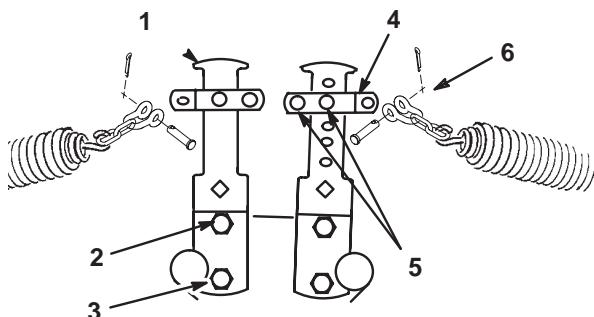
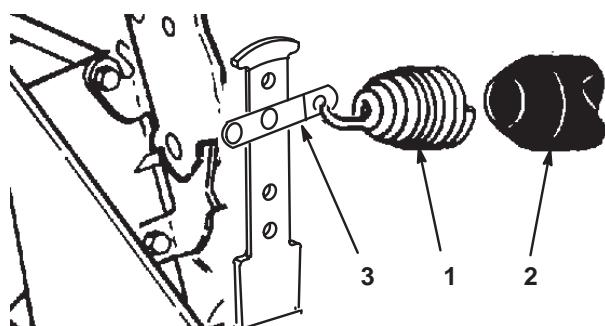

図 16
図 17
4. スプリングの反対側の端部を前後のカウンターバランスマ・アーム(図16、図17)の適切な穴(選択方法は以下を参照)に引っ掛ける(スプリング・シャックル、クレビスピンドル、コッターピンを使用)。
5. 前カッティングユニット：スプリングの反対側の端部を前カウンターバランスマ・アーム(図16)の上から2番目の穴(選択方法は手順4参照)に引っ掛け(チェーン、スプリング・シャックル、クレビスピンドル、コッターピンを使用)。
6. 後カッティングユニット：スプリングにビニル・カバーを被せ、後カウンタバランス・アーム（図17）の上から2番目の穴（選択方法は手順4参照）に引っ掛ける（スプリング・シャックルを使用）。
8. 外しておいたキャップスクリュとナットでカウンタバランス・アームの下部を元通りに固定し、上キャップスクリュを締め付ける（図16）。